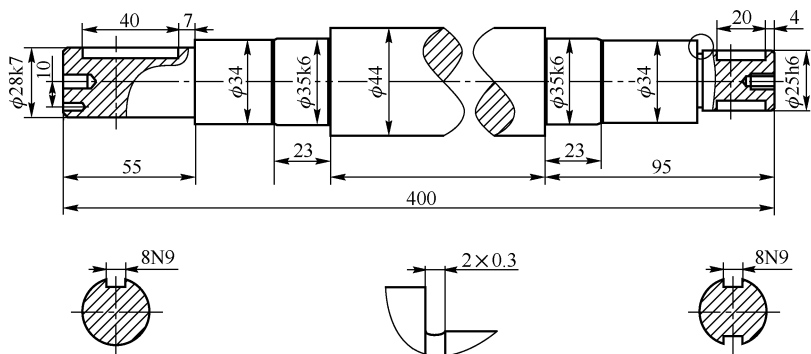

图 11-12 编辑无公差的线性尺寸
Step 3 编辑无公差的线性尺寸：调用“文字”工具栏的“编辑”命令，修改线性尺寸。编辑无公差的线性尺寸，如图 11-12 所示。